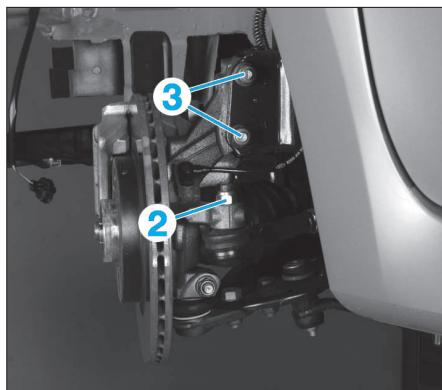
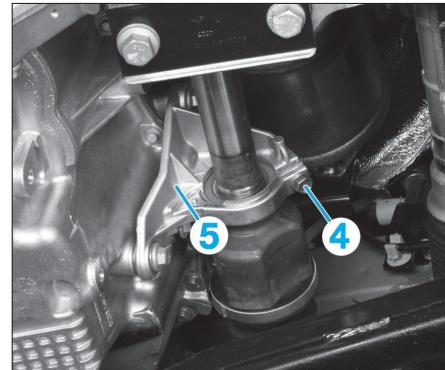
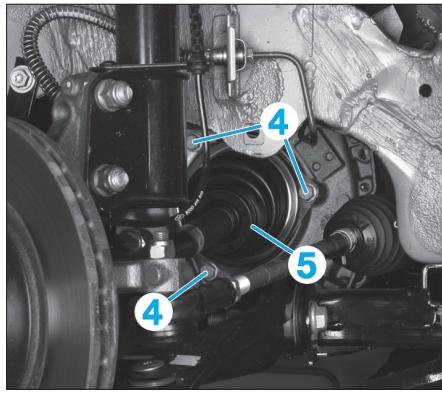

Fig. 2
Fig. 3
Fig. 4
- l'écrou de rotule de direction (2) (Fig.2),
- les deux fixations inférieures (3) de l'amortisseur sur le pivot.
- Déposer la vis (4) de la bride (5) du palier intermédiaire de transmission (Fig.3).
- Pivoter la bride (5) du palier intermédiaire de transmission.
- Déposer les 3 vis (4) de la bride de fixation intérieur (5) (Fig.4).
- l'écrou de rotule de direction (2) (**Fig.2**),